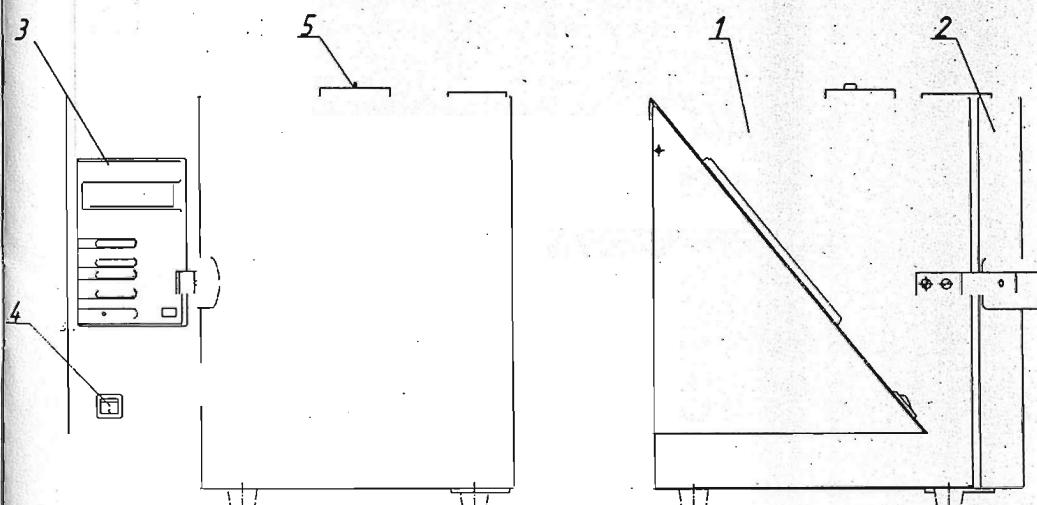
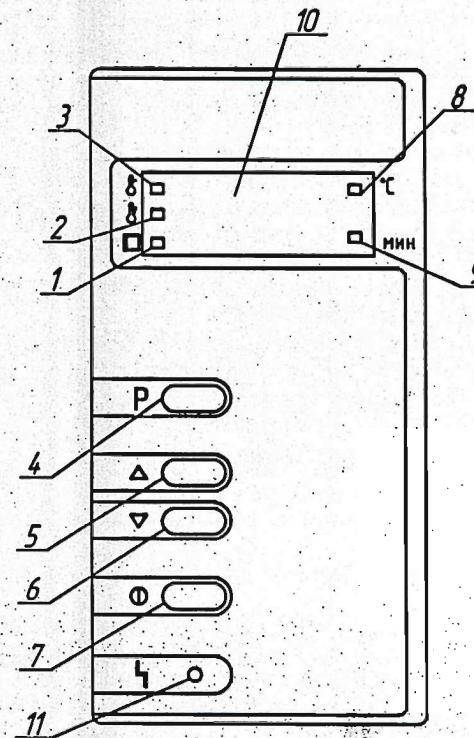

Рисунок 1 – Шкаф сушильный ШС – 40:
Рисунок 2 Расположение органов управления шкафом на блоке управления:
Внешний вид шкафа приведён на рис. 1.
Изделия помещают непосредственно на решётки. Управление процессом сушки осуществляется с панели блока управления (см. рис. 2).
Установить выключатель (поз. 4, рис. 1) в положение "I". На блоке управления загорится индикатор (поз. 8, рис. 2), информационное табло (поз. 10, рис. 2) показывает текущую температуру в камере.
Для выбора программы сушки нажать на кнопку "P" (поз. 4, рис. 2) и выбрать нужную программу путем нажатия на одну из кнопок "Δ", "∇" (поз. 5, 6, рис. 2).
Для запуска выбранной программы кратковременно (не более 2 сек) нажать на кнопку "Пуск/стоп" (поз. 7, рис. 2). Шкаф перейдет в фазу «ПОДГОТОВКА». Информационное табло индицирует изменение температуры в камере. Происходит нагрев до установленного значения температуры. Открыть заслонку (поз. 5 рис. 1) для отвода влаги из камеры.
При достижении заданной температуры шкаф переходит в фазу «СУШКА». Включается светодиодный индикатор "СУШКА" (поз. 3, рис. 2).
Если запущена программа с учетом времени, то будет осуществлена установленная выдержка при заданной температуре. При этом индикатор будет попеременно отображать прошедшее время выдержки и текущую температуру в камере. По истечении выдержки шкаф переходит в фазу "ОХЛАЖДЕНИЕ" (поз. 2, рис. 2).
В фазе «ОХЛАЖДЕНИЕ» индикатор продолжает показывать изменение температуры в камере и горит индикатор "ОХЛАЖДЕНИЕ" (поз. 2,рис. 2). Температура в камере падает. После достижения температуры 75 °С шкаф переходит в фазу "ВЫГРУЗКА". Гаснет индикатор "ОХЛАЖДЕНИЕ", загорается индикатор "ВЫГРУЗКА" (поз. 1, рис. 2) и звучит прерывистый звуковой сигнал, который автоматически выключается через 1 минуту. Отработка запущенной программы завершена.
2.3.1 Установить выключатель (поз. 4, рис. 1) в положение "I". На блоке управления загорится индикатор (поз. 8, рис. 2), информационное табло (поз. 10, рис. 2) показывает текущую температуру в камере.
Нажмите и удерживайте нажатой в течение 3-х секунд кнопку "Пуск/стоп" (поз. 7, рис. 2).
Выключите питание шкафа (поз. 4, рис. 1). Удерживая кнопку «Р» включите шкаф. Как только все сегменты индикатора загорятся кнопку нужно отпустить.
2.3.4 Для запуска выбранной программы кратковременно (не более 2 сек) нажать на кнопку "Пуск/Стоп" (поз. 7, рис. 2). Шкаф переходит в фазу "НАГРЕВ".
2.3.5 При достижении заданной температуры шкаф переходит в фазу «СУШКА». Включается светодиодный индикатор "СУШКА" (поз. 3, рис. 2).
2.3.6 В фазе «ОХЛАЖДЕНИЕ» индикатор продолжает показывать изменение температуры в камере и горит индикатор "ОХЛАЖДЕНИЕ" (поз. 2, рис. 2). Температура в камере падает.
2.3.7 После понижения температуры до 75 °С шкаф переходит в фазу "ВЫГРУЗКА". Загорается индикатор "ВЫГРУЗКА" (поз. 1, рис. 2) и звучит прерывистый звуковой сигнал, который автоматически выключается через 1 минуту. Отработка запущенной программы завершена.
2.3.9 По окончании работы шкаф выключить нажатием на клавишу "О" (поз. 4, рис. 1).